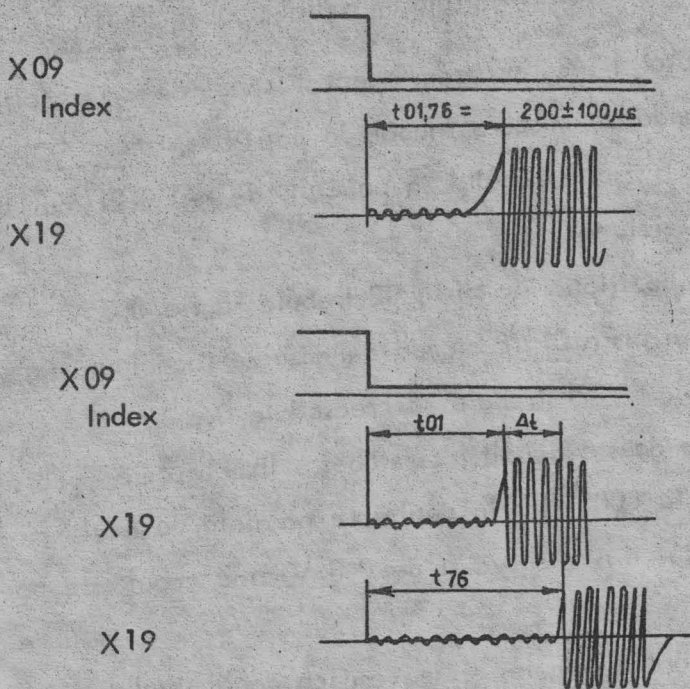

Fig.14. Reglaj tangențial.
- se urmărește ca intervalul pînă la creșterea semnalului din X19 să fie în limitele $200 \pm 50 \mu$ s (vezi fig.14)